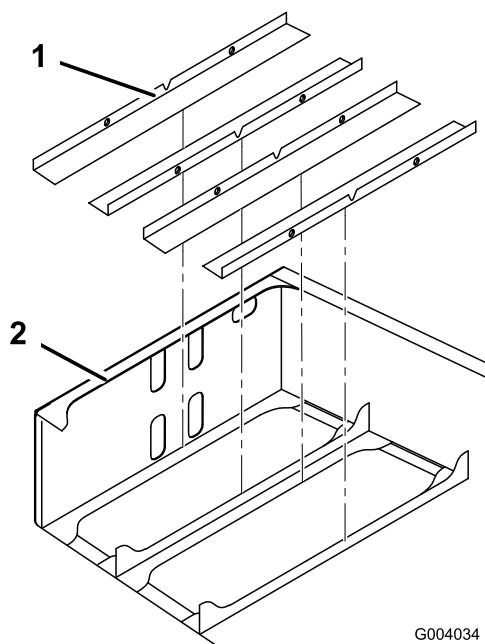

Figure 4
2. Placez les cales du support de batteries dans le cadre arrière (Figure 4).